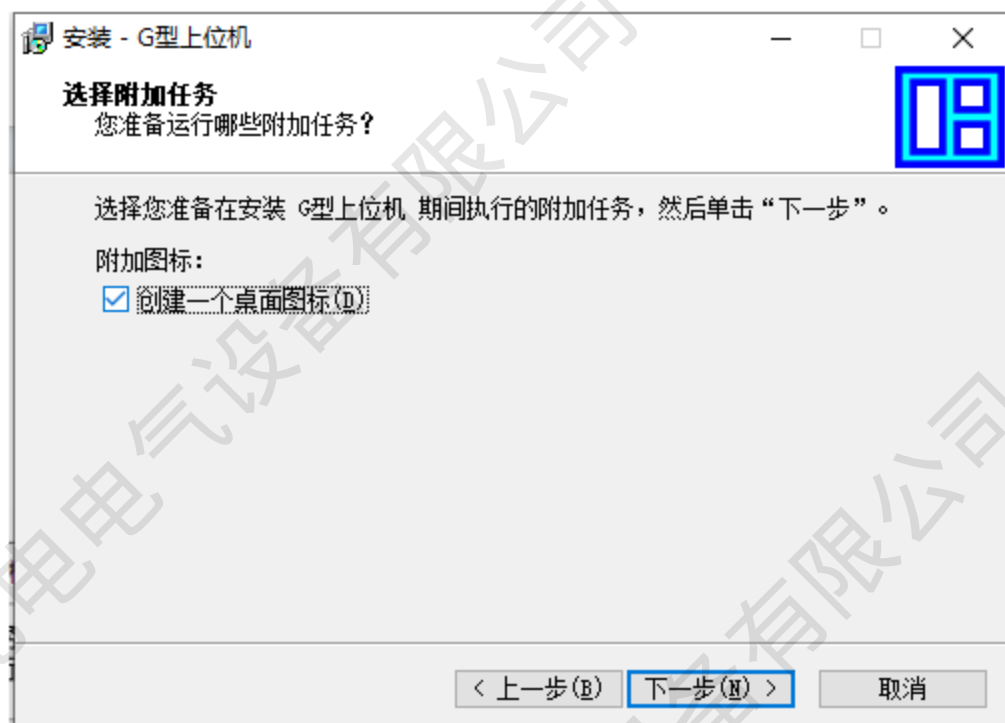

图 1-4
5、在弹出的选择附加任务中，需点击“创建一个桌面图标（D）”，继续点击“下一步”，如图 1-4；